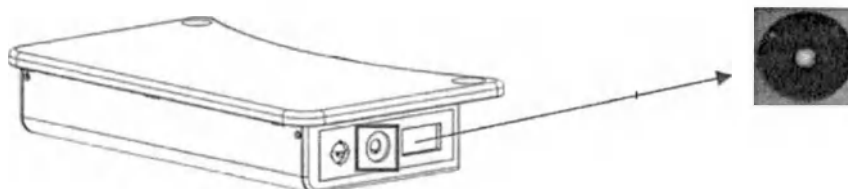

Рисунок 3.3.13 - Кнопка включения на консоли лаборанта
3. Если АРМ лаборанта расположен на штативе, кратковременно нажмите кнопку включения комплекса (кнопка расположена на столике, Рисунок 3.3.13). При включении индикатор мигает, при полной готовности – горит постоянно.